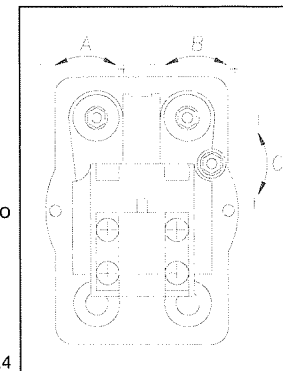

Fig.4
**Regolazione delle pressioni (fig 4) :**
**Réglage des pressions (fig. 4)**